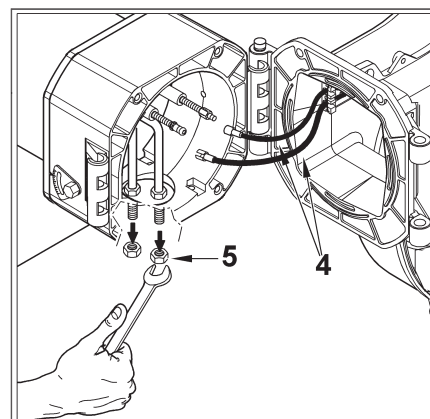

Рисунок 2
- 3) Сняв провода розжига (4) с соответствующих электродов, открутите полностью 2 стопорные гайки (5) с узла смесителя (рис.2).